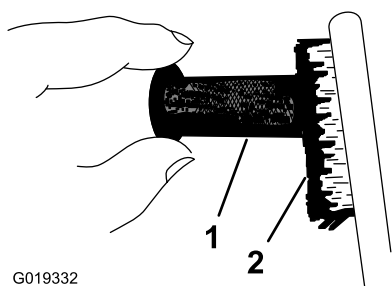

Figure 33
5. Avec une brosse, décalaminez la grille du pare-étincelles avec précaution (Figure 33).